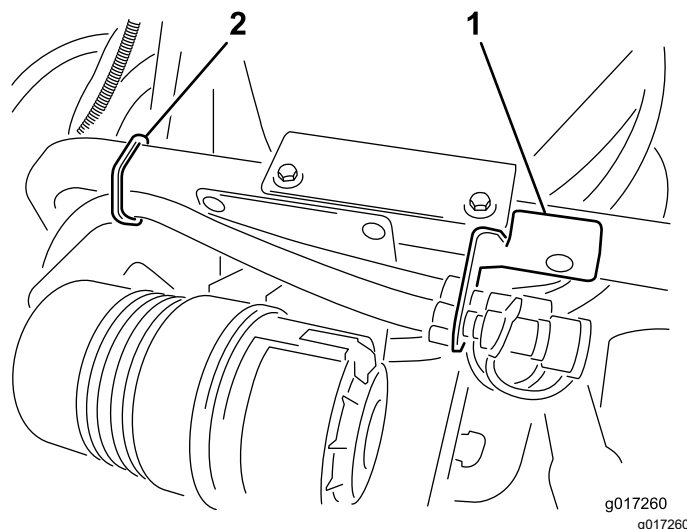

図 24
4. ホースを車体フレームに取り付けるエンジンカバーの支え棒がホースを突き刺さないように、図 24 のようにケーブルタイを使用すること。
1. 車体についている穴を利用して、車体フレームにホースブラケットを取り付ける 5/16" のキャリッジボルト1本と、5/16"のロックナットを使い、 図 24 のように取り付ける。
3. ホースを車体フレームに取り付けるエンジンカバーの支え棒がホースを突き刺さないように、 図 24 のようにケーブルタイを使用すること。